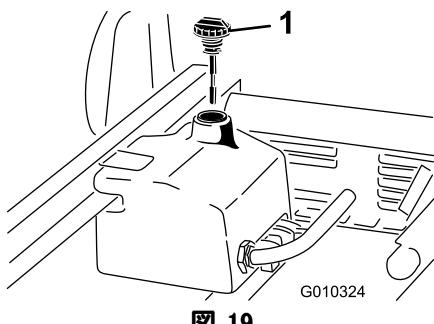

図 19
1. 油圧オイルタンクの注油口周辺をきれいに拭き、キャップ（図 19）を外す。給油口からキャップを取る。
2. 補給口の首からディップスティック（図 19）を抜き、ウエスできれいに拭う。もう一度首に差し込んで引き抜き、オイルの量を点検する。2本のマークの間にあれば適正である。